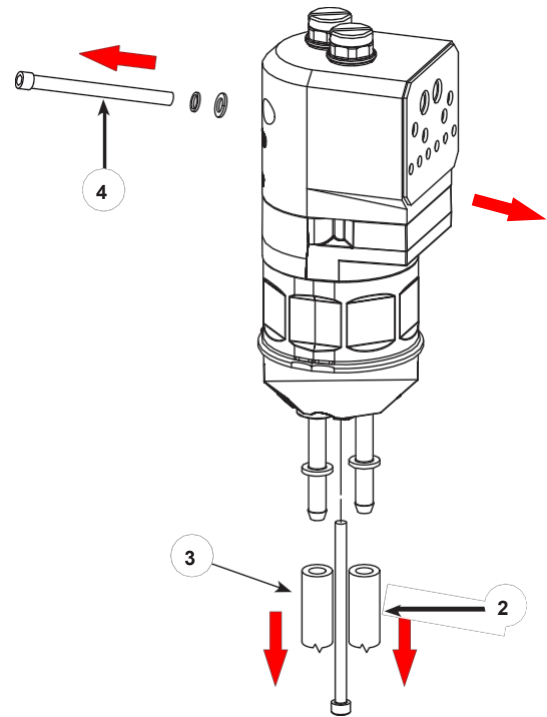
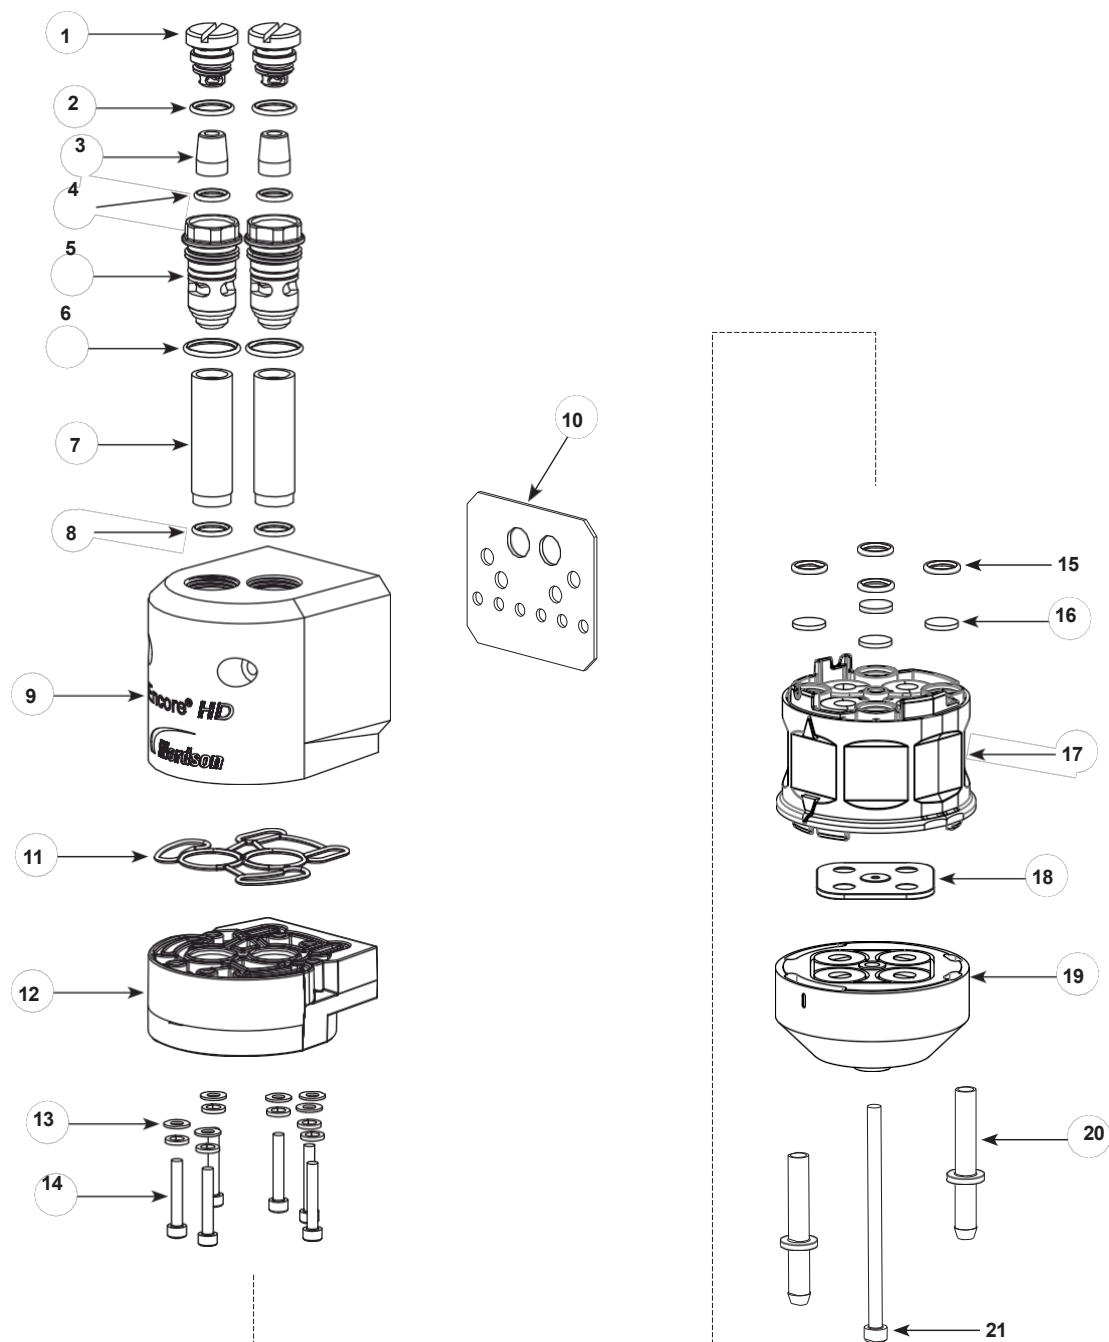

图 20 标准 泵拆卸准备
图 21 泵 拆卸 (所示为 Encore HD)
注：每次拆卸泵时，都必须更换 Y 形块垫圈（图 20 中的第 19 项）。
- 2. 见图 20。从泵底部断入口 (2) 和出口粉末管 (3)。
- 3. 卸下泵固定到泵面板 (4) 上机柜安装硬件，并将泵移到干净的工作台上。
- 4. 参见图 21。从流化管开始，如图所示拆卸泵。除非垫圈已损坏，否则无需拆卸粘在上面的垫圈。如果需要更换，请参见 *修理* 部分中的 *更换泵垫圈*。